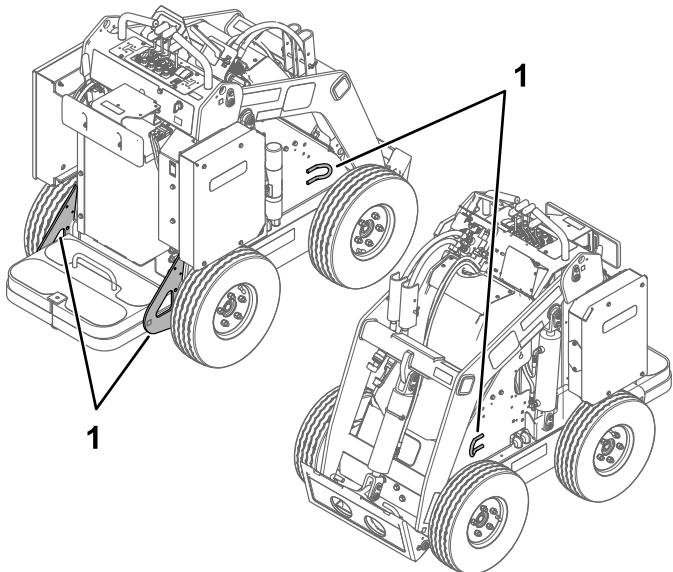

Bild 19
8. Befestigen Sie die Maschine mit den Metallbefestigungsschleifen und Riemen, Ketten, Kabel oder Seilen am Anhänger oder Pritschenwagen (Bild 19). Halten Sie die örtlichen Vorschriften für die Vergurtung ein.
Heben Sie die Maschine über die Hebepunkte an (Bild 19).